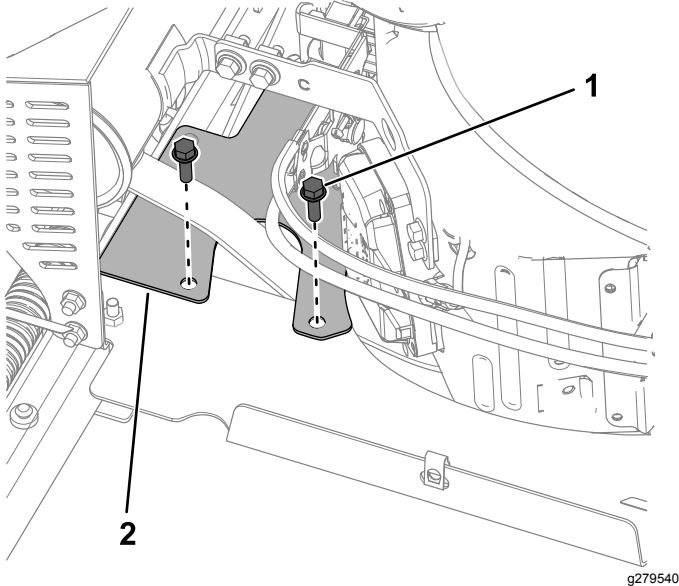

Figura 3
1. Rimuovete i 2 bulloni (5/16" x 1") e la protezione della cinghia (Figura 3).